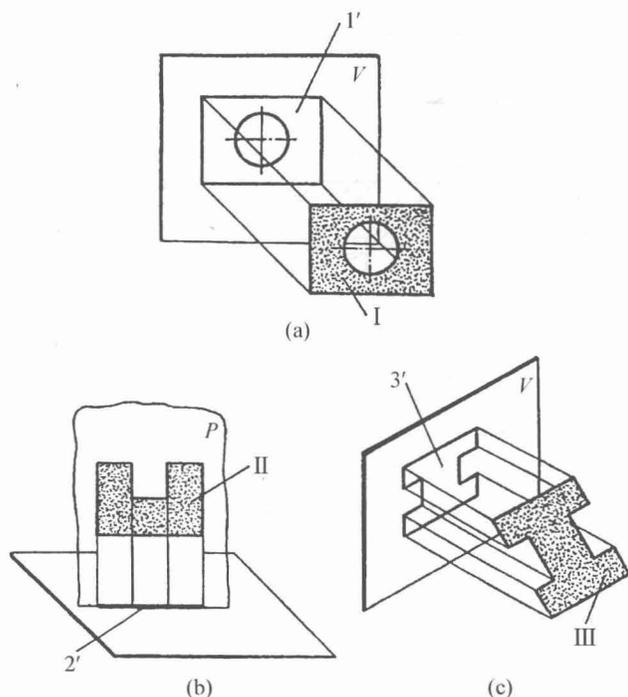

图1-4 平面形的投影
1) 平面形 I 平行于投影面 (V)，平面形 I 在该投影面上的投影为线框 $1'$ ，与该平面形 I 全等。平面形各边、线都是实长 [见图1-4 (a)]。
2) 平面形 II 垂直于水平投影面，平面形 II 在该投影面投影为一直线。在平面上任何点、线，在该面投影都重合在该直线 $2'$ 上，称为投影积聚性 [见图1-4 (b)]。
3) 平面形 III 倾斜于投影面 (V)，平面形 III 在该投影面投影线框 $3'$ 比原平面形缩小（平面形上某些边投影缩小），称为原平面形的类似形 [见图1-4 (c)]。